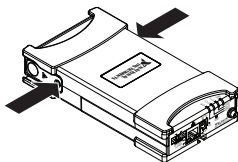

図 2. モジュールをスロットに固定する
4. 図 2 のように、C シリーズ I/O モジュールがスロットにラッチで固定されるまで NI WLS/ENET-9163 キャリアのコネクタ側部をしっかりと押します。